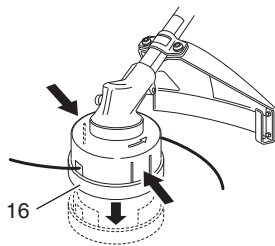

Fig. 21
- (1) Retirez le boîtier (16) en poussant fermement les attaches de blocage vers l'intérieur avec les pouces comme l'illustre la Fig. 21.